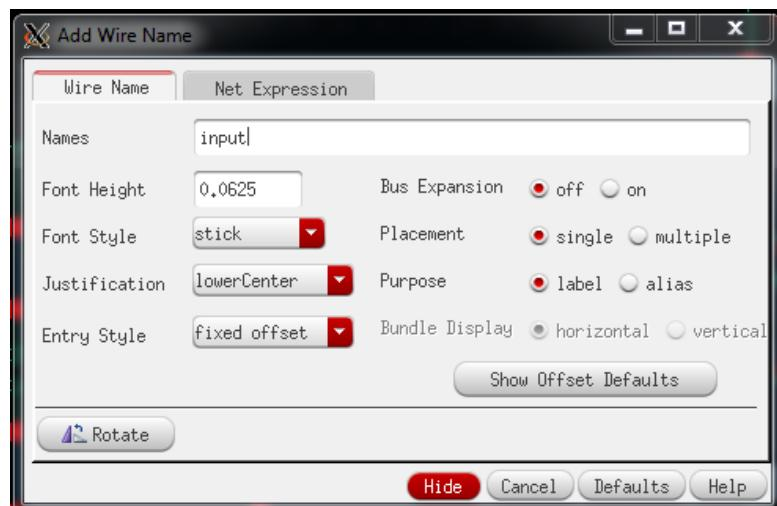

Figura A.32: Virtuoso - Label wire.
6. Optional, pentru a identifica anumite conexiuni din circuit, acestora li se poate atribui un nume dedicat folosind tasta *L* (label) conform Figure A.32.